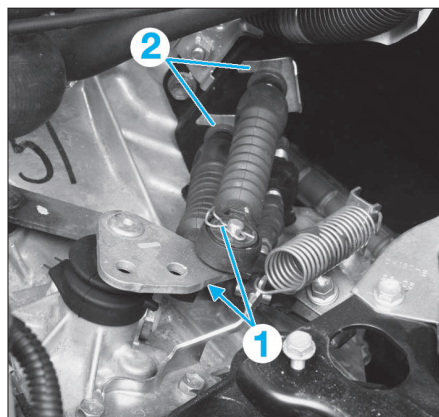

FIG. 14
- Déposer les agrafes (1 et 2) (fig. 14).